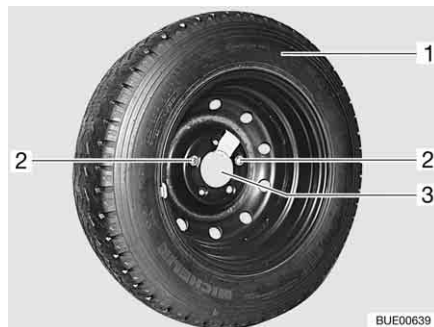

Fig. 285 Soporte para rueda de repuesto en el garaje trasero
- Aflojar los dos tornillos de fijación (Fig. 285,2) con las herramientas de a bordo y extraerlos.
- Retirar la rueda de repuesto (Fig. 285,1) del soporte (Fig. 285,3).